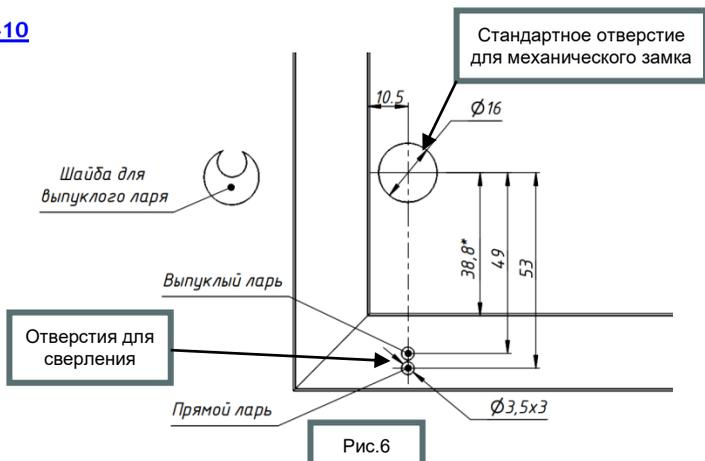
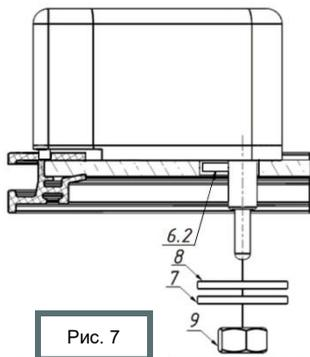

Рис. 6
Рис. 7
2. Произвести разметку двери согласно Рис.6.
- Установить ригель замка в стандартное отверстие на стекле двери, установив выступ на нижней поверхности ригеля в просверленное отверстие пластикового обрамления (Рис. 7).
Для выпуклого ларя: надеть на ригель прокладку **8**, затем шайбу **7** и зафиксировать их гайкой **9** (см Рис.7). Надетая на ригель эксцентриковая шайба **6.2** должна быть ориентирована согласно Рис.6.